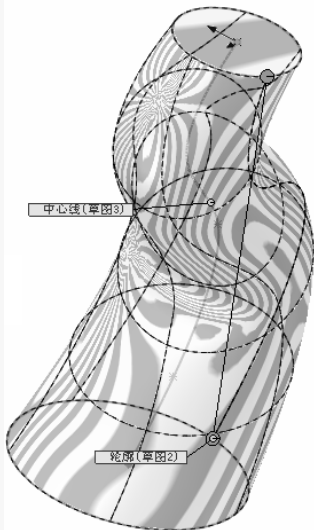

图 5-73 “放样”属性管理器
- 5) 在“中心线参数”选项组中单击（中心线框）按钮，然后在图形区中选择中心线，此时在图形区中将显示随着中心线变化的放样特征，如图 5-73 所示。